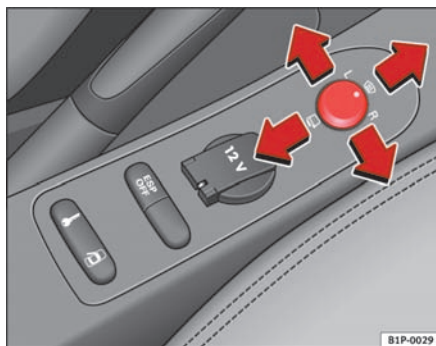

Fig. 88 Knap til indstilling af sidespejle
1. Drej knappen ⇒ fig. 88 til position **L (venstre sidespejl)**.
- Drej knappen fremad i midterste position ⇒ fig. 88 ①, så elopvarmningen af sidespejlene og forruden* i området ved viskerbladernes hvilestilling bliver tilsluttet ⇒ side 115.
- Drej knappen ⇒ fig. 88 til position ☞ for at klappe sidespejlene ind. For at undgå skader skal du altid klappe sidespejlene ind, når din bil kører gennem et automatisk vaskeanlæg.